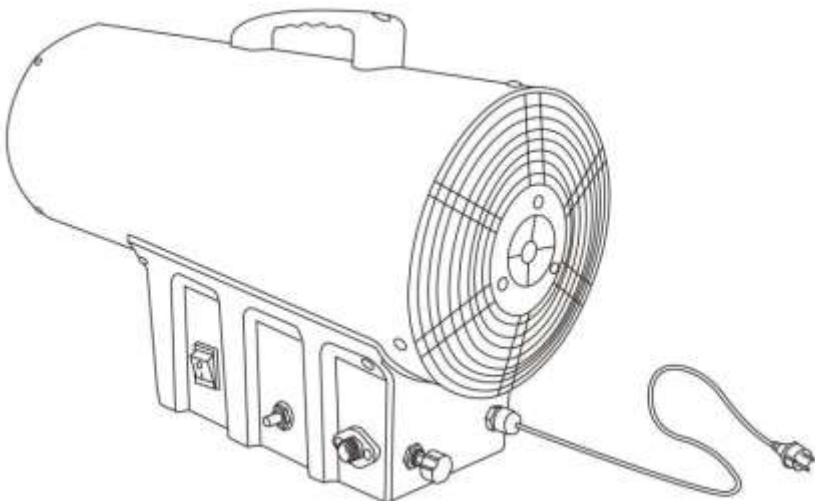

Рис.1
- Термальные газовые пушки (ТГП) Рис. 1 должны использоваться только на открытом воздухе или в хорошо вентилируемых помещениях.